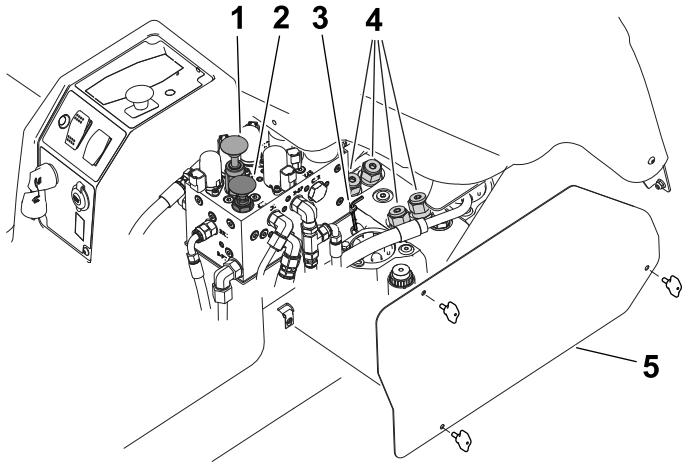

Figura 65
Nota: Con la macchina è fornita una chiave esagonale (6 mm) situata accanto al collettore idraulico (Figura 65). Utilizzate la chiave per effettuare questa procedura.
2. Rimuovete il pannello di accesso dal lato destro della consolle di comando (Figura 65).